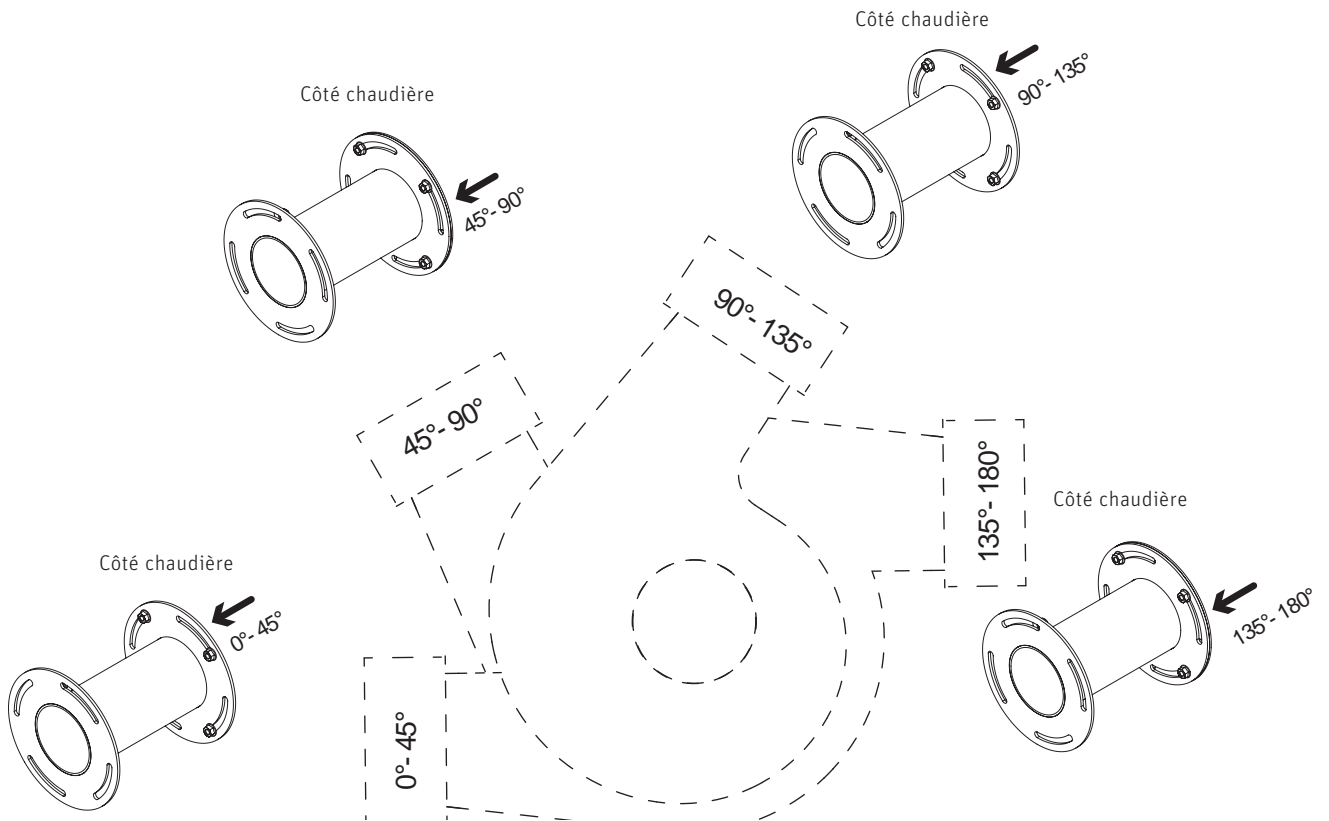
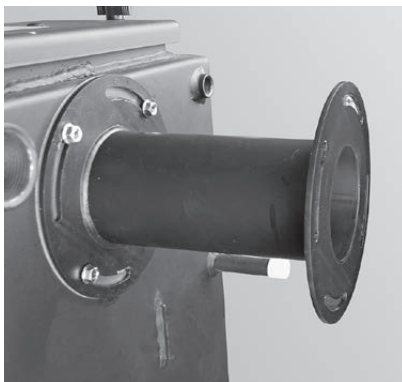

Fig.12 Montage de l'adaptateur en fonction de l'angle du raccord d'évacuation des fumées
Fig.13 Adaptateur au niveau de la chaudière (accessoire)
L'adaptateur (accessoire) permet de poser la volute du ventilateur à distance du revêtement – Fig. 9. Le raccord d'évacuation des fumées est réglable en continu de gauche à droite – Fig. 12.
- Fixer l'adaptateur sur la chaudière comme indiqué sur la Fig.12 avec le joint et 4 écrous M8, en positionnant les trous oblongs en fonction de l'angle du raccord d'évacuation des fumées souhaité – Fig. 13.